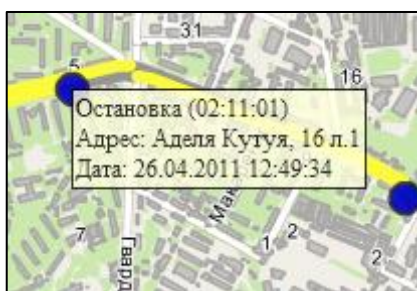

Рисунок 36 – Обозначение остановки в графическом отчете
- «**Остановка**» — отображается синей точкой на карте (Рисунок 36);